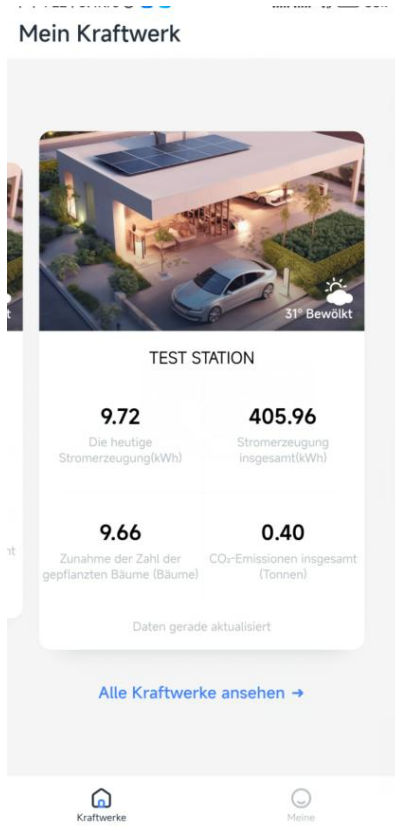

Abbildung 8.3.1
- Durch Klicken auf die Schaltfläche „Dieses Kraftwerk anzeigen“ gelangen Sie zur Detailseite des Kraftwerks (Abbildung 8.3.1).